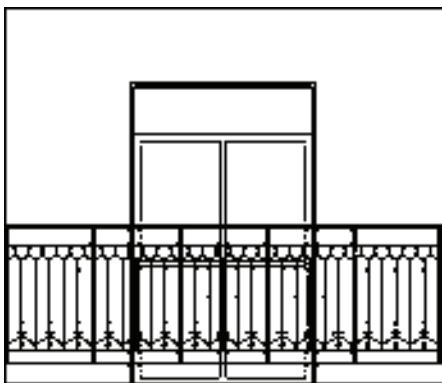

图 11-51 打开素材
1) 按〈Ctrl+O〉组合键，打开配套光盘提供的“第 11 章/11.3.5 图形裁剪.dwg”素材文件，结果如图 11-51 所示。